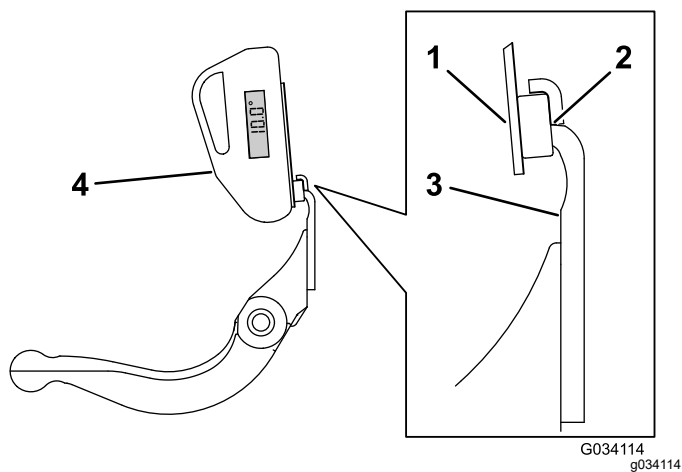

Figure 34
3. Placez le support de l'indicateur d'angle sur le bord de la contre-lame, de manière à adapter le bord de l'aimant au bord de la contre-lame (Figure 34).
4. Placez l'indicateur d'angle sur le support, comme montré à la Figure 34.